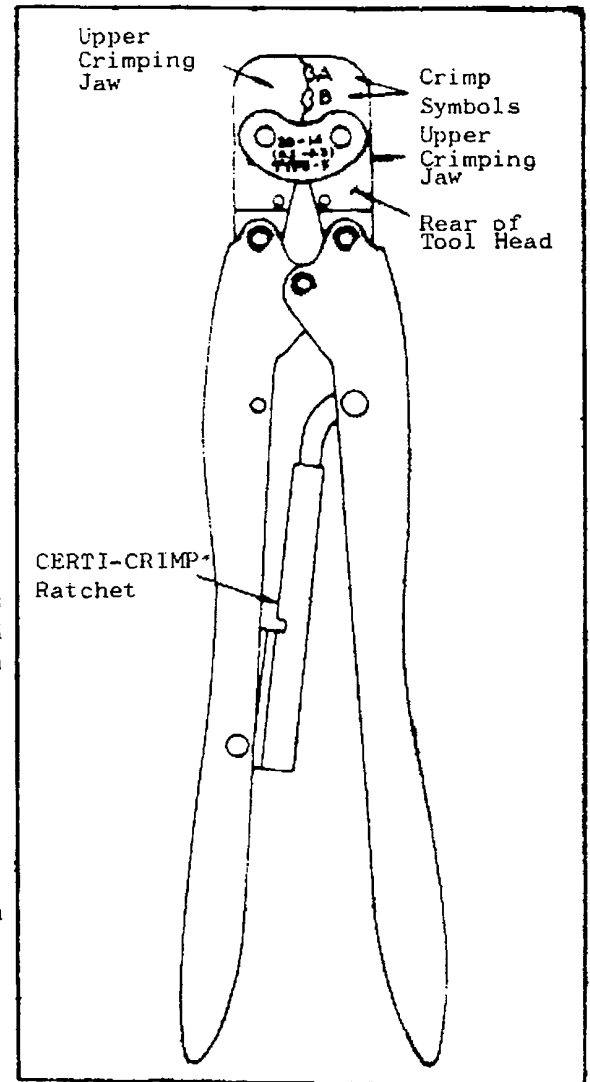

Fig. 1
- この工具（図 1 参照）は、図 2 に示す各種端子を熱線に圧着するのに使用されます。
- 工具には、図 1 に示す様に圧着部が 2箇所あり、それぞれ A、B の記号で指示されております。これは使用端子に対する圧着箇所を示しております。（表 1 参照）